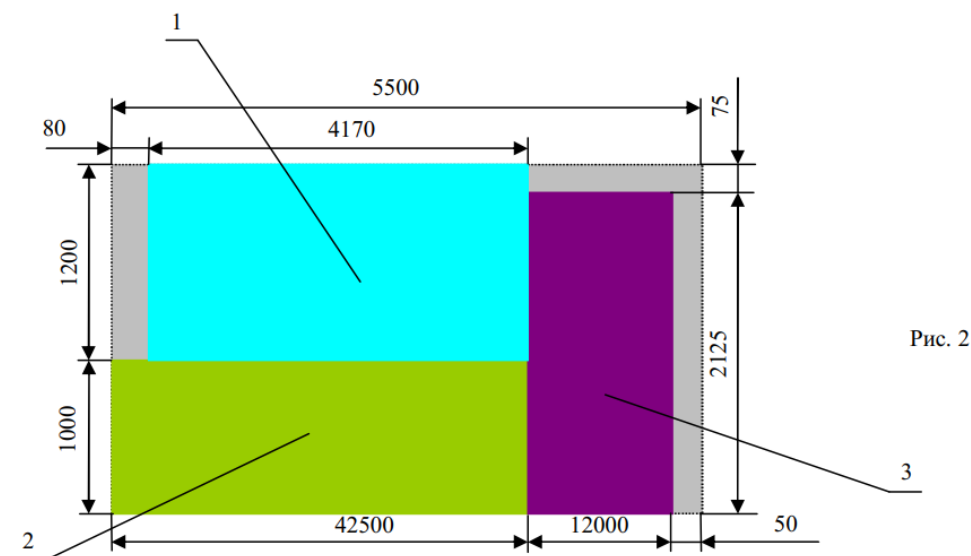

Рис. 2
2. Лист раскраивают с учетом изготовления деталей разных размеров - разных наименований (пример: рис.2).